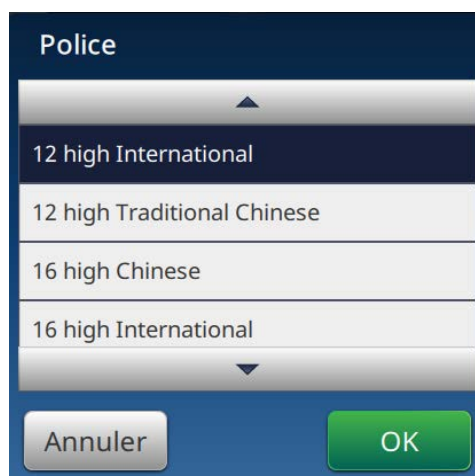

Figure 5-22 : Écran de saisie de la taille de police
8. Appuyez sur le bouton *Police* et sélectionnez « 12 High International » dans la liste déroulante, tel qu'illustré dans la Figure 5-22. Appuyez sur le bouton .